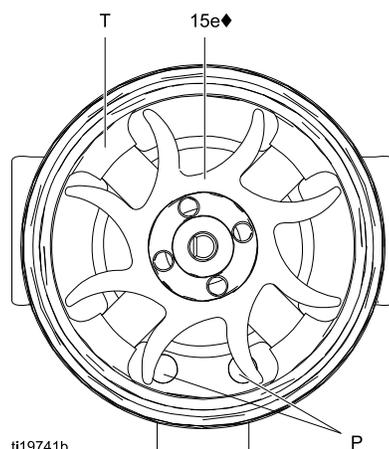
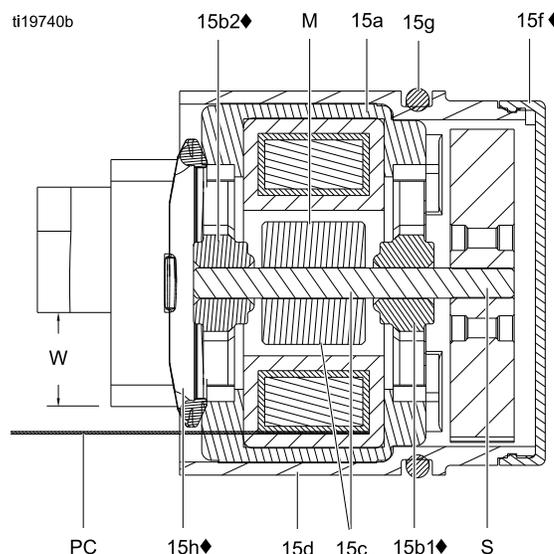

Figure 34 ファンの向き
Figure 35 オルタネータの断面図
7. ファンの端が上向きの状態で、コイルアセンブリ (15a) を作業台で保持します。刃が幅広のドライバを使用して、ファン (15e) をシャフト (S) から引き離します。
10. 新しい下のベアリング (15b1◆) をシャフト (S) の長い側に取り付けます。ベアリングのより平たい側は、マグネット (M) の反対側に向ける必要があります。ベアリングブレードがコイル (15a) の表面に対して平坦になるように、コイルに取り付けます。
13. コイルのピンをハウジングのスロットに揃えた状態で、コイルアセンブリ(15a)を注意しながらハウジング(15d)の前面に押しつけます。図35で示されているように、3線のコネクタ(PC)は、ハウジングのタブの広い側のノッチ(W)の下に配置する必要があります。コイルアライメントピン(P)は図34で示されているように配置されていることを確認してください。